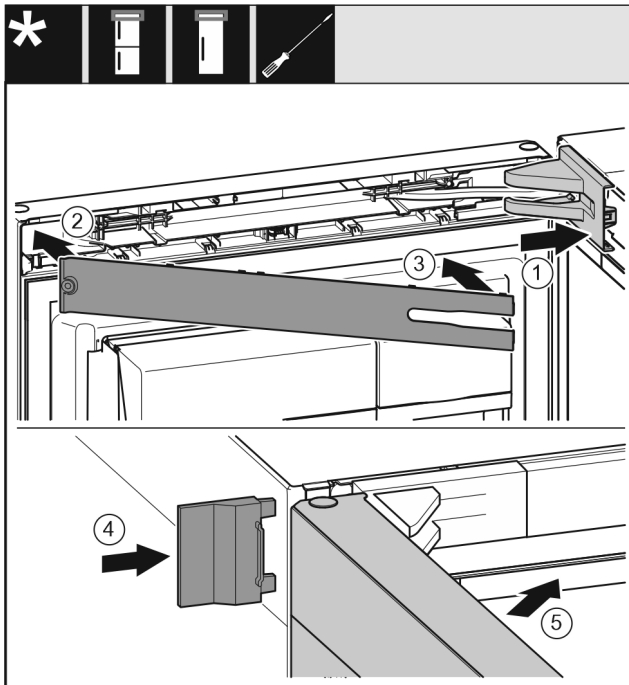

Fig. 27
- ▶ Встановіть та зафіксуйте кришку опорного кронштейна, у разі необхідності – обережно розтисніть. Fig. 27 (1)
- ▶ Встановіть панель. Fig. 27 (2)
- ▶ Поверніть і зафіксуйте панель. Fig. 27 (3)
- ▶ Насуньте зовнішню кришку. Fig. 27 (4)
- ▶ Закрийте верхні дверцята. Fig. 27 (5)